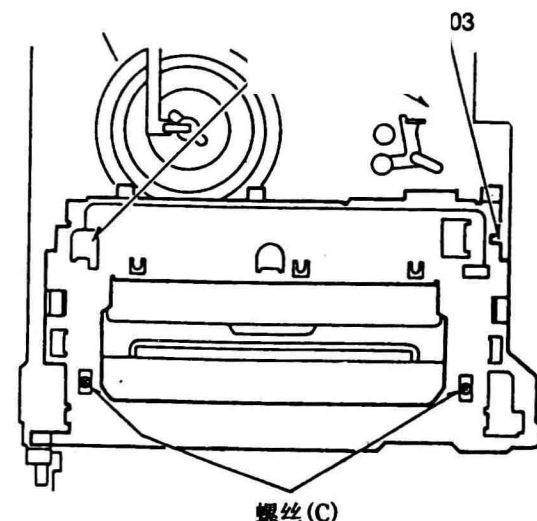

图80
⑦重新安装顶板, 拧紧两个螺丝(A), 然后拧紧4个螺丝B和C, 如图80所示;
⑧重新连接引